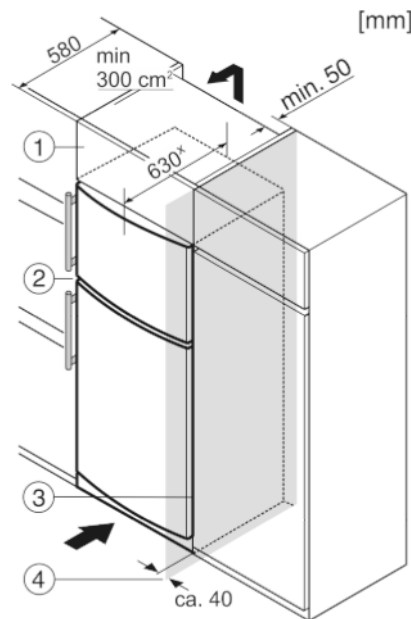

Fig. 9
- (1) Armario superior
- (2) Aparato
- (3) Armario de cocina
- (4) Pared
El aparato se puede rodear de armarios de cocina. Para adaptar el aparato *Fig. 9 (2)* a la altura de la cocina, se puede instalar un armario *Fig. 9 (1)* correspondiente sobre el aparato.
Si la cocina posee armarios (profundidad máx. 580 mm), el aparato se puede colocar directamente junto al armario de cocina *Fig. 9 (3)*. El aparato sobresale 34 mm* por los lados y 50 mm* en el centro del aparato respecto al frente del armario de cocina.
Si el aparato se instala con las bisagras junto a una pared *Fig. 9 (4)*, la distancia entre el aparato y la pared debe ser de como mínimo 40 mm. Esto equivale al saliente del tirador con la puerta abierta.